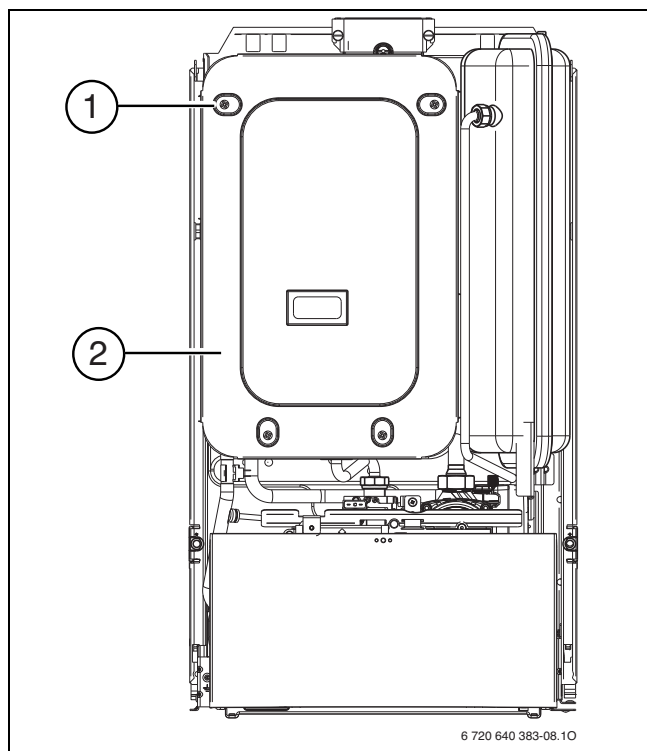

Bild 68 Beispiel ZSN 11-7 AE: Luftkasten öffnen
- Die vier Schrauben (1) entfernen und Luftkastendeckel (2) abnehmen (→ Abb. 68).